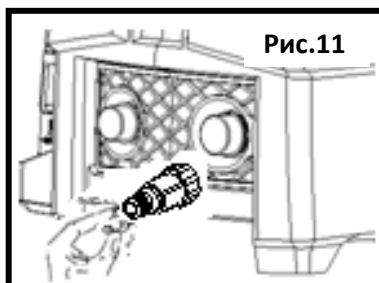

Рис.11
8. ХРАНЕНИЕ (Рис.11 – 13)
- Для обеспечения высокой производительности изделия следует проверять и чистить фильтры на впуске и фильтры для чистящего средства каждые 50 часов эксплуатации, рис. 11.